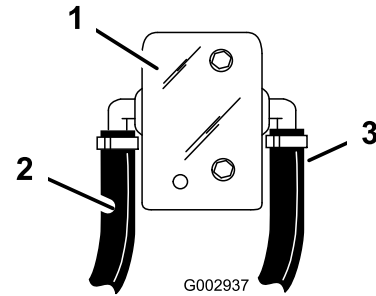

Bild 31
S53-T-Armatur an, die Sie im Umwälzungsschlauch eingesetzt haben, und verlegen Sie ihn zur hinteren 1/2 Zoll Zahnung am kleinen Kugelventil (Bild 31).
17. Schließen Sie das Ende eines kurzen 1 cm langen Schlauch an die offene Armatur an der S53-T-Armatur an, die Sie im Überlaufschlauch eingesetzt haben, und verlegen Sie ihn zur vorderen 1/2 Zoll Zahnung am kleinen Kugelventil (Bild 31).